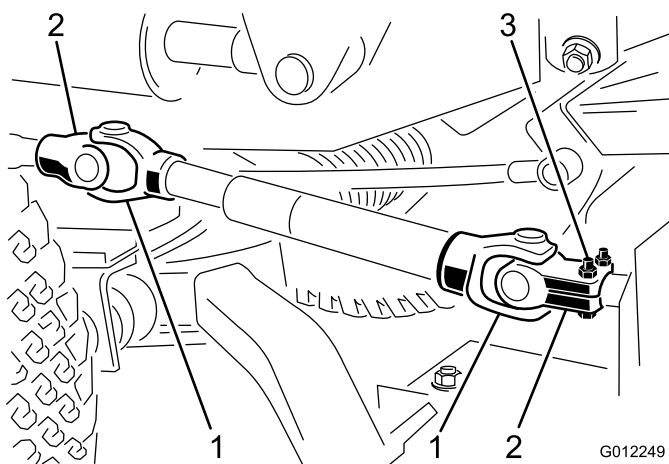

Figura 8
- Alinee los taladros de la horquilla y del eje primario de la caja de engranajes. Deslice la horquilla sobre el eje y sujete los dos componentes con un pasador cilíndrico y 2 tornillos de caperuza (5/16 x 1-3/4 pulgadas) y contratuercas (5/16 pulgadas) (Figura 8).